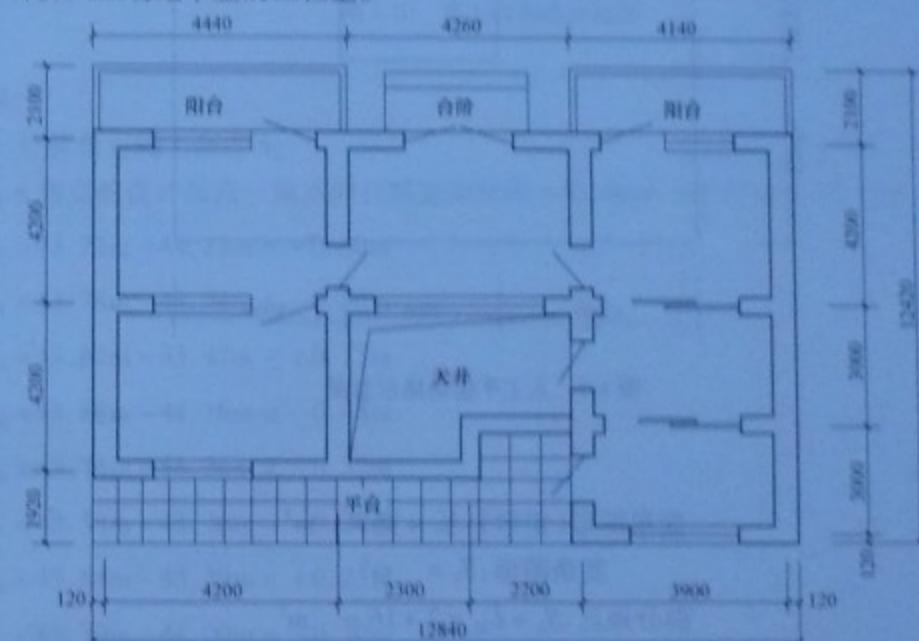

图 1-8 某建筑平面图
**【例 1-8】** 某建筑平面图如图 1-8 所示。墙体厚度 240mm，台阶上部雨篷伸出宽度与阳台一致，阳台为全封闭。按要求平整场地，土壤类别为Ⅲ类（坚土）大部分场地挖填找平厚度在 ±30cm 以内，就地找平，但局部有 23m3 挖土，平均厚度为 50cm，有 5m 弃土运输。计算人工场地平整的工程量。